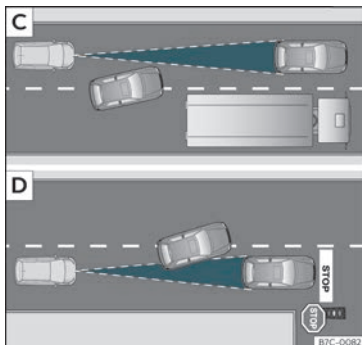

Fig. 155 [C] Canvi de carril d'un vehicle. [D] Vehicle girant i un altre d'aturat.
- Vehicles que canviïn al carril pel qual esteu circulant i a poca distància del vostre vehicle >>> **fig. 155** [C].
Podria ser que l'ACC no reaccionés davant de vehicles aturats. Si un vehicle detectat per l'ACC gira o s'aparta i davant seu hi ha un vehicle aturat, l'ACC no reaccionarà a la seva presència >>> **fig. 155** [D].